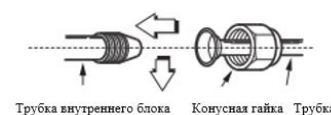

Рисунок 27
- В достаточной степени затяните накидную гайку пальцами, а затем затяните с помощью гаечного ключа и динамометрического ключа, как показано на рис. 27 и 28.